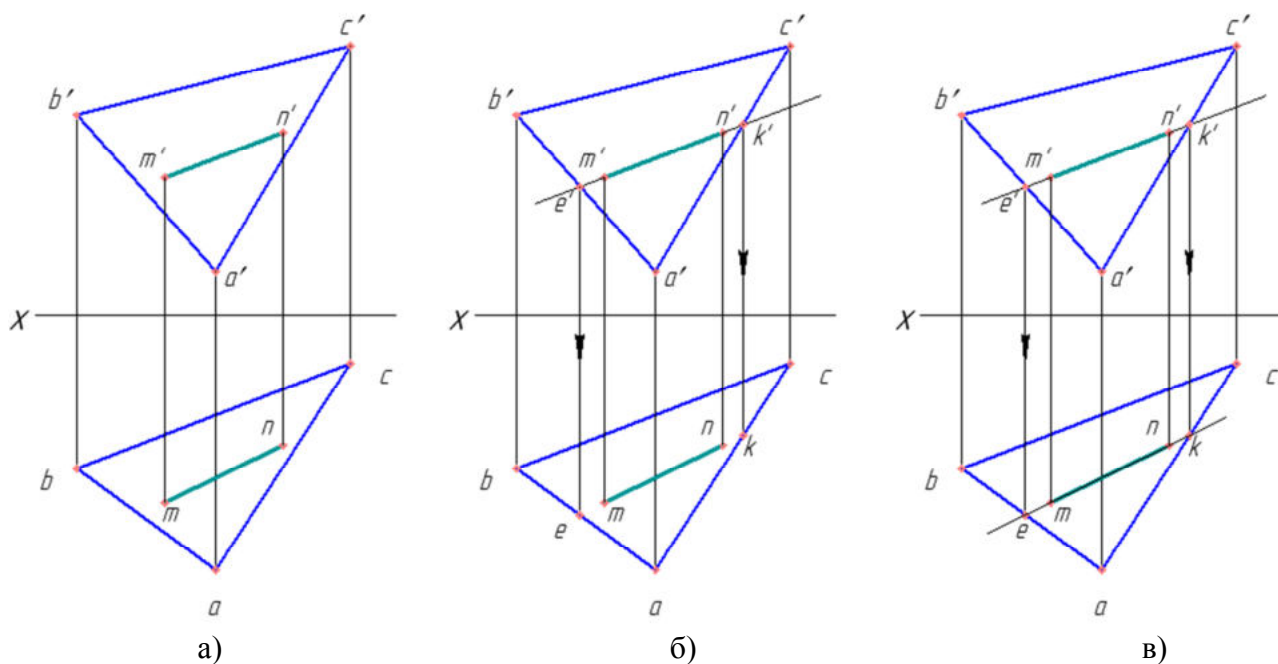

Рисунок 2
1. Выберите вариант задания по таблице 2 и по координатам вершин А,В,С постройте комплексный чертеж треугольника (см. рис.2);
Дана плоскость ABC и прямая, заданная отрезком MN . Требуется определить, лежит ли прямая в плоскости данного треугольника (рис. 2а).
Для этого фронтальную проекцию отрезка $m'n'$ продолжаем до пересечения с отрезками $a'b'$ и $d'e'$ (проекциями сторон треугольника ABC), получаем точки $e'k'$ (рис. 2б). Из точек $e'k'$ проводим линии связи на горизонтальную проекцию до пересечения с отрезками ab и sa , получаем точки e и k . Продолжим горизонтальную проекцию mn отрезка прямой MN до пересечения с проекциями сторон ba и sa (рис. 2в). Если точки пересечения совпадут с ранее полученными точками e и k , то прямая MN принадлежит плоскости треугольника.